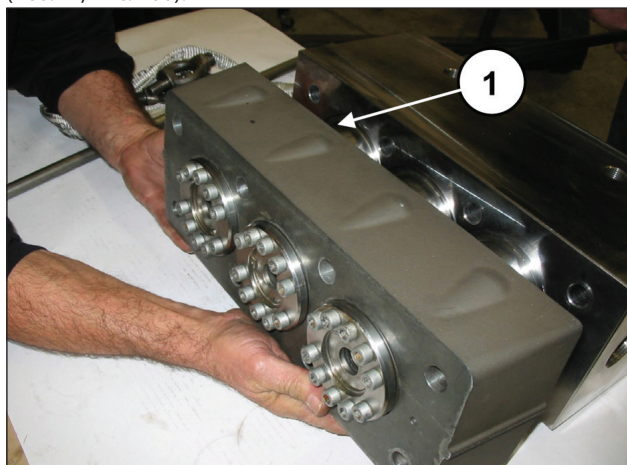

Рис. 100
Снимите отдельную панель рубашек с узлов рубашек (поз. ①, Рис. 100).